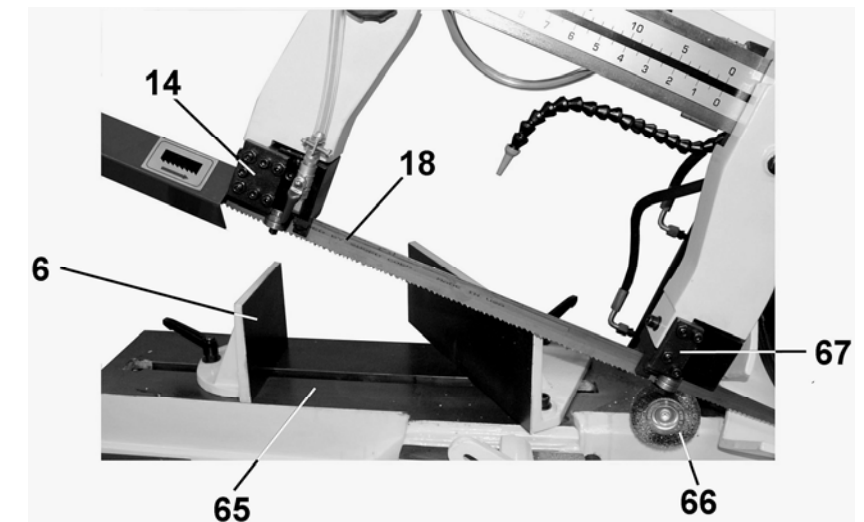

Рис.15
9.4. Регулировка нижней и верхней направляющих пильной ленты (Рис. 15÷17)